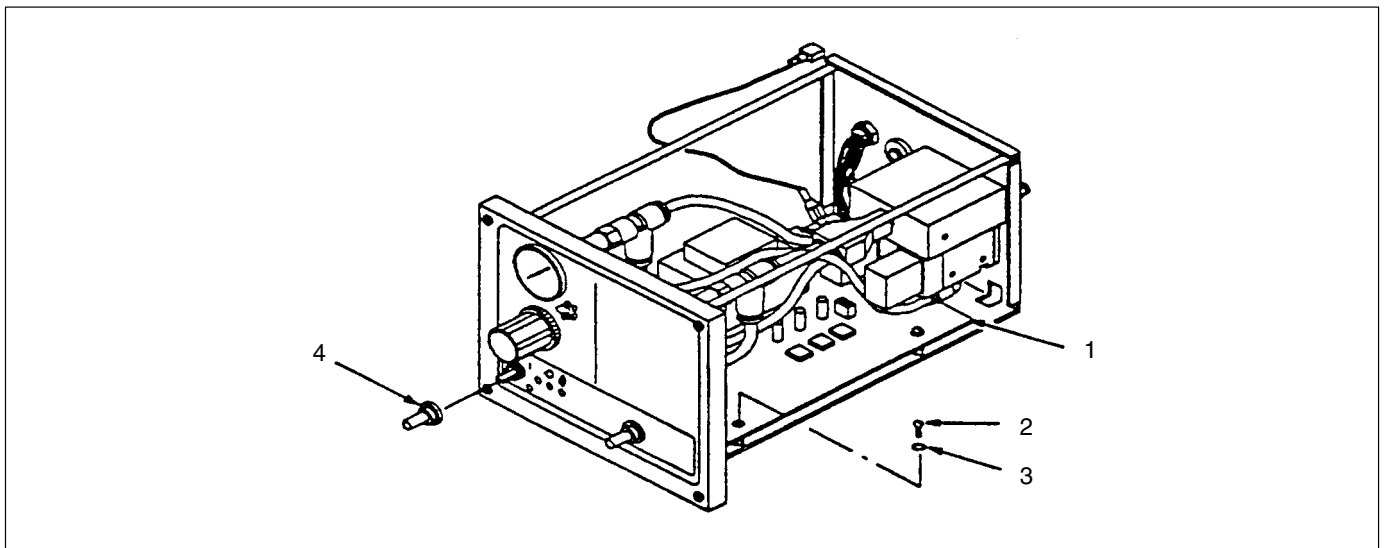

Bild 6-5 Byte av kretskort
2. Drag ur kontakterna från alla plintar på kretskortet (1).
3. Se bild 6-5. Tag av alla dammskyddskåpor (4) från vippomkopplarna. Spara kåporna för återanvändning.